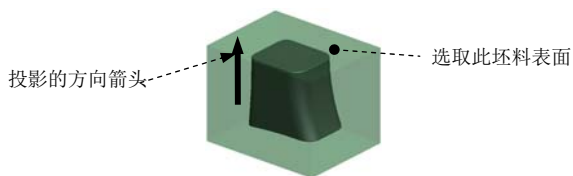

图 2.6 定义投影的方向
Step4. 定义光线投影的方向。在“阴影曲面”对话框中双击 **Direction (方向)** 元素，系统弹出“一般选取方向”菜单。在系统弹出的 **GEN SEL DIR (一般选择方向)** 菜单中选择 **Plane (平面)** 命令，然后在系统 **选择将垂直于此方向的平面** 的提示下，选取图 2.6 所示的坯料表面；单击 **Flip (反向)** 按钮将投影的方向切换至图 2.6 中箭头所示的方向，然后选择 **Okay (确定)** 命令。
(1) 定义“束子”特征的轮廓。
① 在“阴影曲面”对话框中双击 **ShutOff Ext (关闭扩展)** 元素。
② 系统弹出 **SHUTOFF EXT (关闭延伸)** 菜单，选择该菜单中的 **Boundary (边界)** **Sketch (草绘)** 命令。